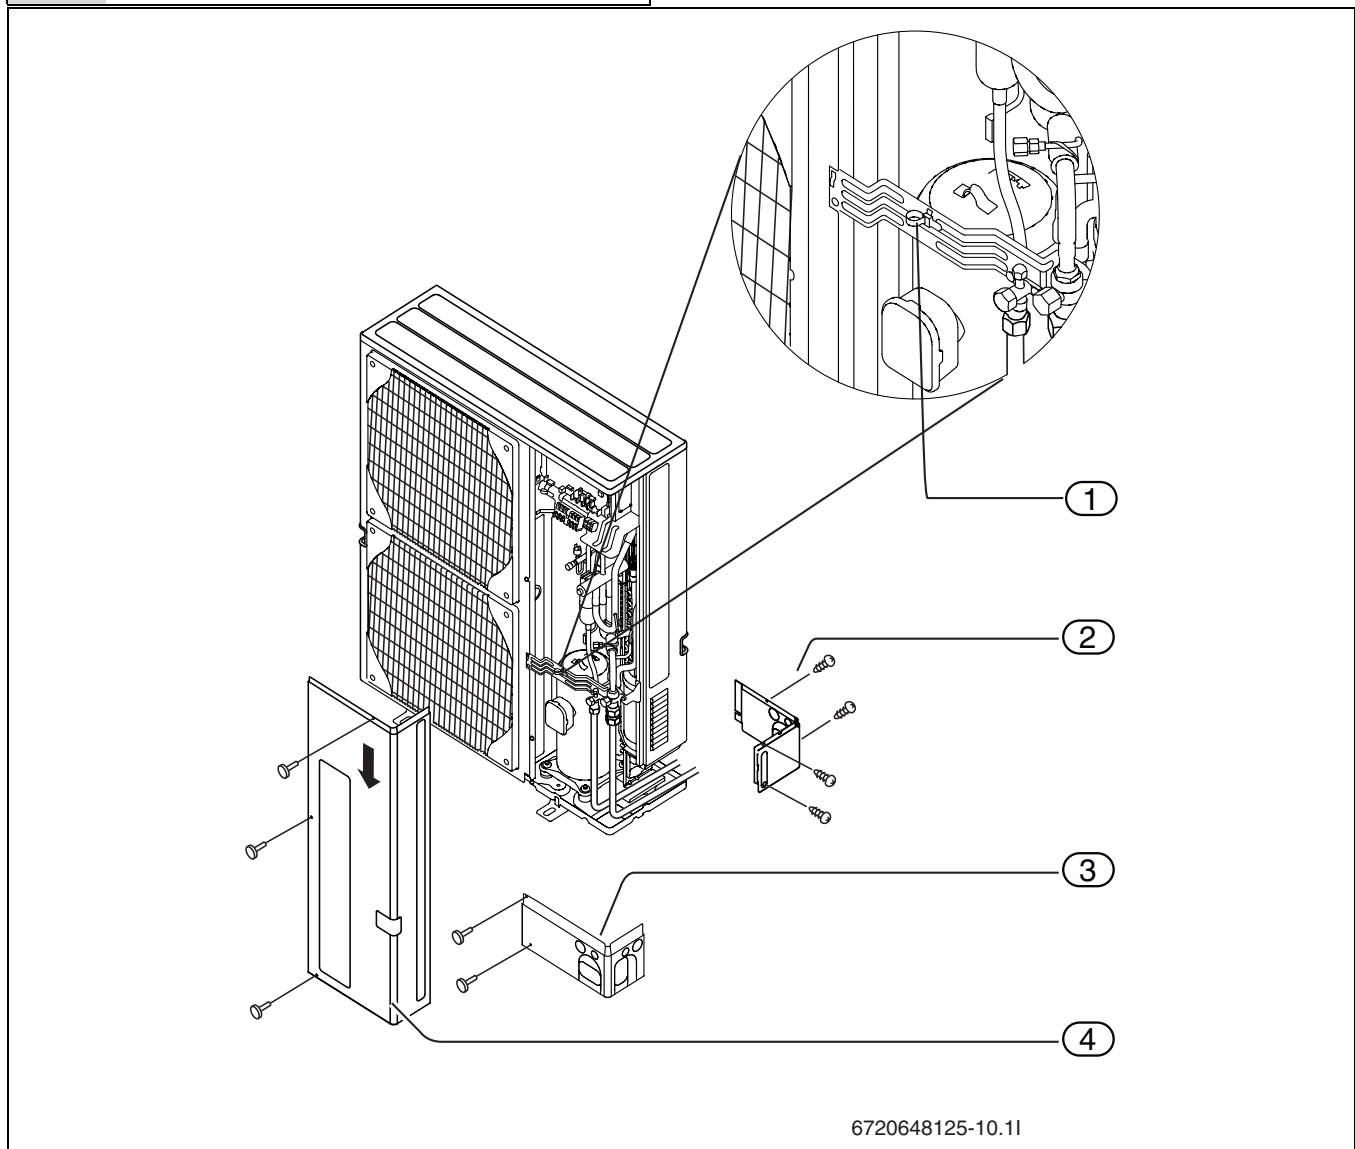

Рис. 32 Подключение теплового насоса (на примере ODU 12)
- ▶ Демонтируйте защиту трубопровода (→ [3], рис. 32).
- ▶ Выведите соединительный провод через фиксатор для разгрузки от натяжения сбоку теплового насоса (→ [1], рис. 32).